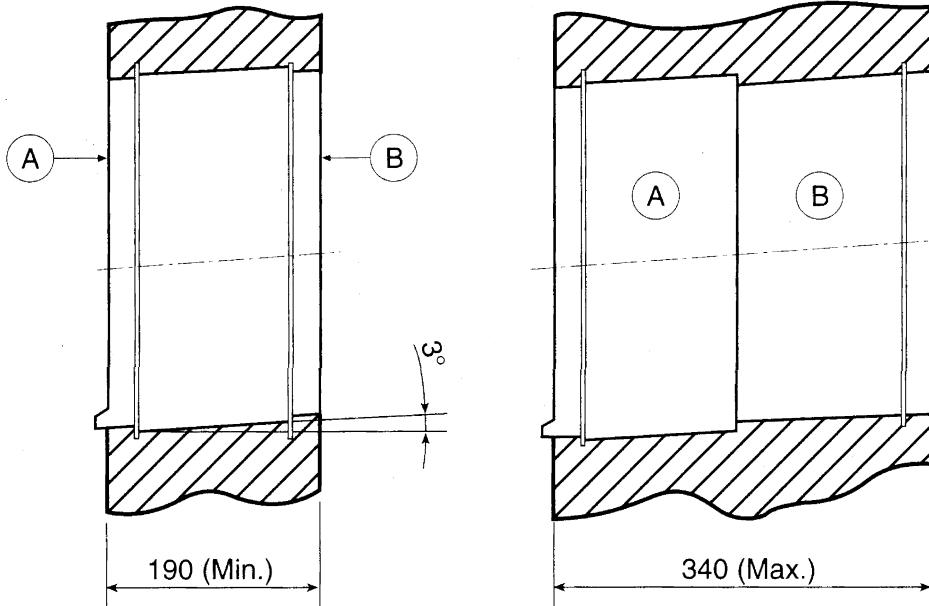

Fig. 1
- Faire un trou dans le mur à l'endroit prévu pour le montage en tenant compte des dimensions indiquées fig.1. Le câble électrique d'alimentation devra arrivé encastré dans le mur.
- Sceller le caisson extérieur A en le faisant affleurer le mur extérieur, en prenant soin de ne pas le déformer et en respectant la pente prévue de 2-3a (fig.A). Les deux crochets (g-fig.1) doivent se situer en partie supérieure.